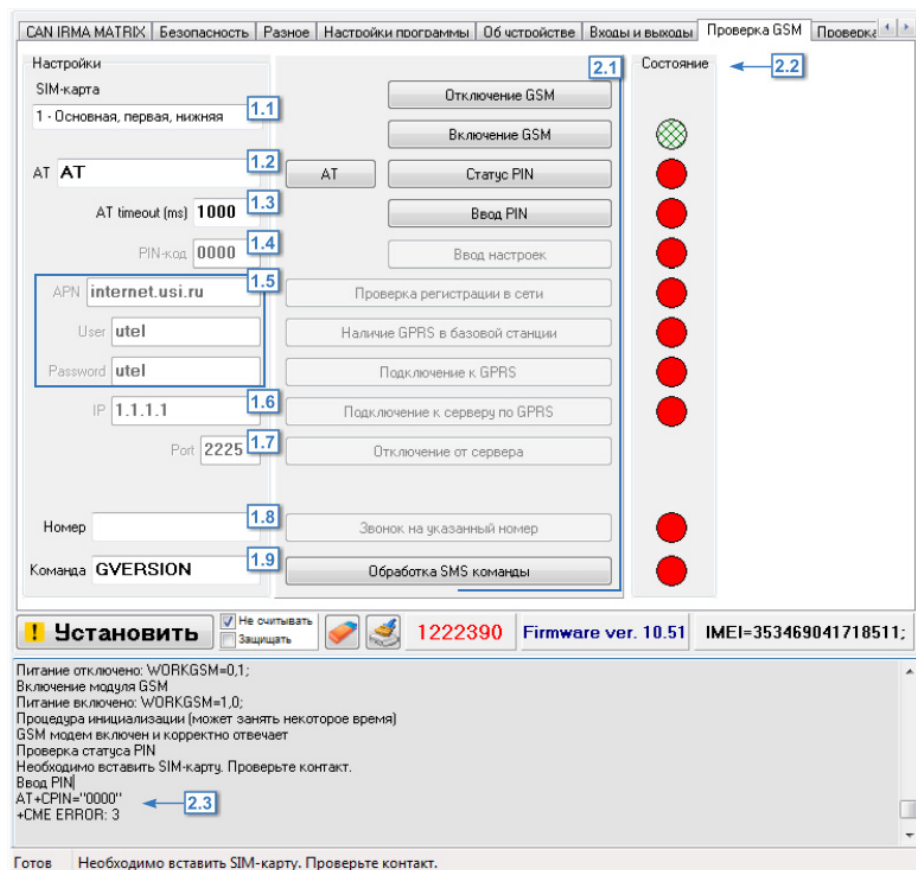

Рис.60. Вкладка Контроль. Проверка GSM.
**2. Проверка GSM модема прибора.** Перед началом проверки модема необходимо выбрать SIM-карту, с которой будет проверяться модем (Рис.60, п. 1.1).
Для проверки модема нажимайте кнопки с командами (Рис.60, п. 2.1) в порядке их расположения. Обработка каждой команды занимает некоторое время. Состояние обработки команды можно отслеживать при помощи индикаторов состояния (Рис.60, п. 2.2) и в строке состояния (Рис.60, п. 2.3).
14. Выполните звонок на указанный в поле 1.8 (Рис.60) номер (кнопка Звонок на указанный номер). При голосовом вызове светодиод «GSM» горит постоянно.
15. Проверьте работу модема с SMS командами. Введите команду в поле 1.9 (Рис.60) и нажмите кнопку «Обработка SMS команд».